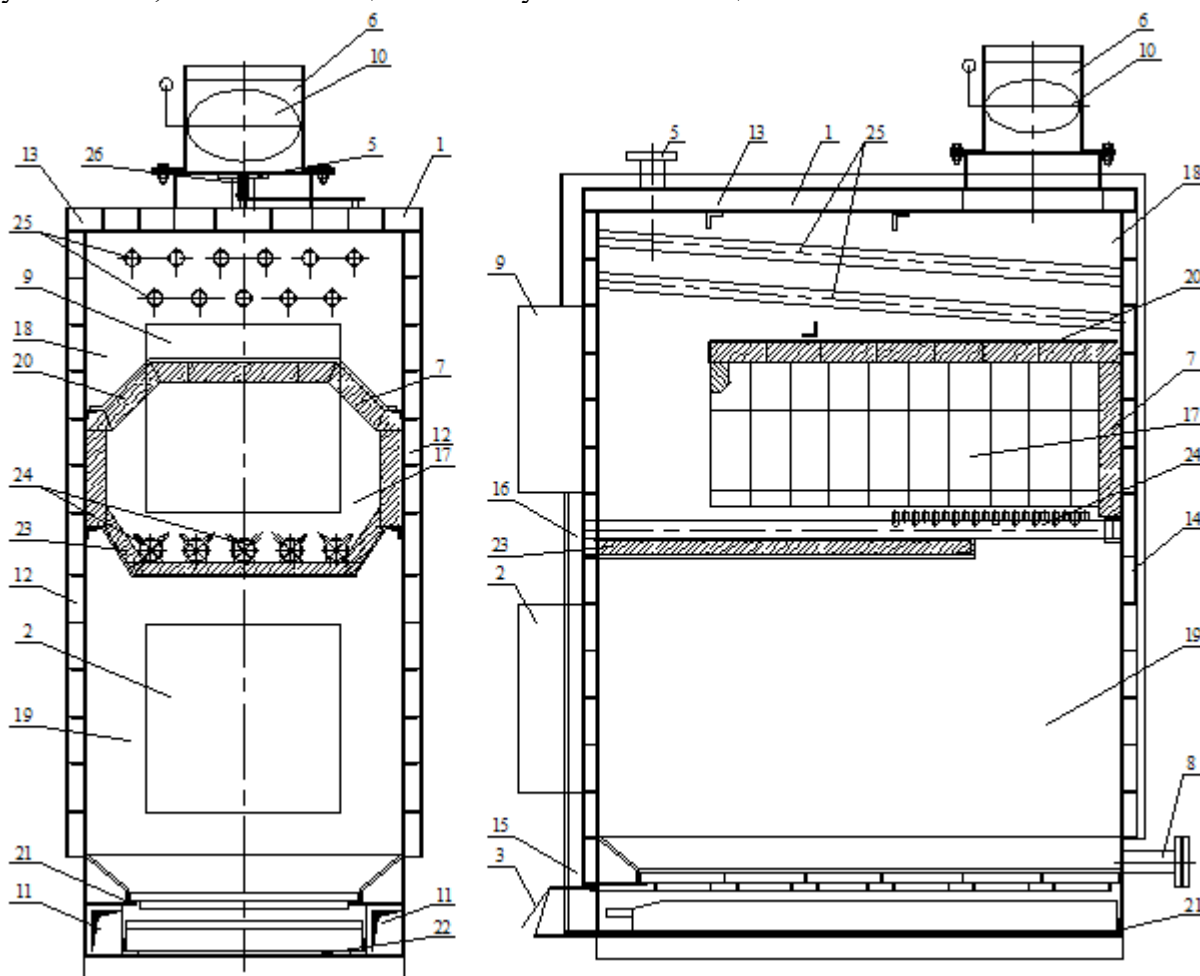

Рис.1
2. - установите дверцу регулировки подачи воздуха под  $45^\circ$  (рис. 1)